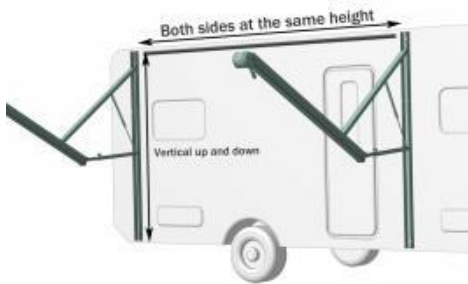

Figure D7
3.3 Utilisez la vis C pour fixer les bras de pliage à pression d'air aux deux extrémités. Attention : le bras de pliage doit être vertical et les bras gauche et droit doivent être à la même hauteur horizontale (figure D7).